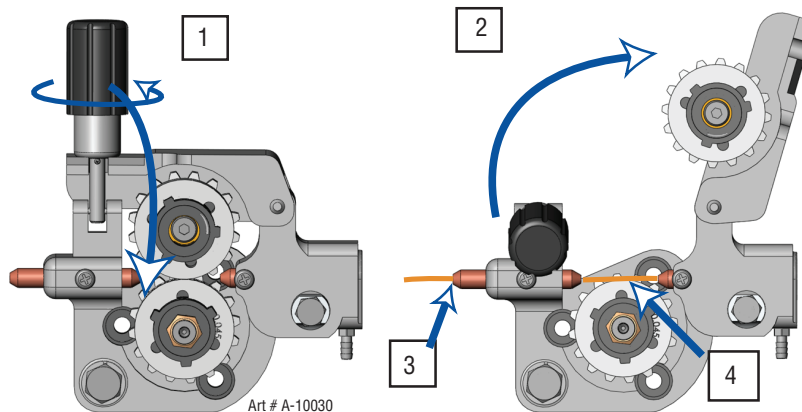

Figura 3-11: Apertura del brazo de presión e inserción del alambre
1. Afloje la perilla de ajuste de presión de resorte de ser necesario y bájeela girándola a un lado (primera parte de la figura 3-11).
2. Mueva el brazo del rodillo de presión (superior) por giro a la derecha. (Segunda parte de la figura 3-11)
3. Asegúrese de que el extremo del alambre esté libre de rebabas y esté recto. Pase el extremo del alambre a través de la guía de alambre de entrada y sobre el rodillo alimentador. Compruebe que esté utilizando la ranura correcta. (Segunda parte de la figura 3-11)